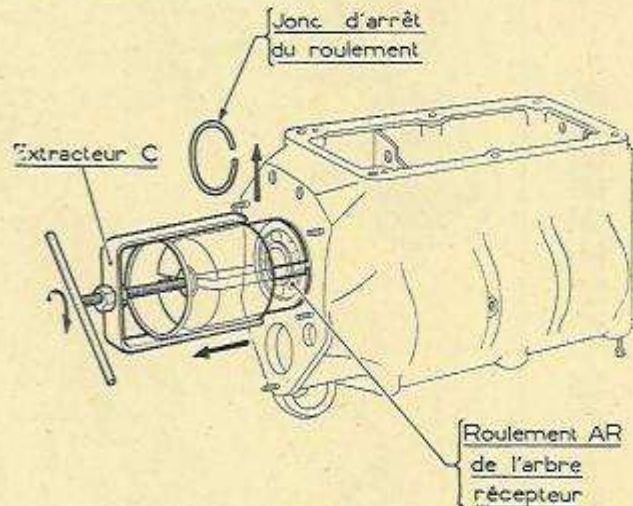

Figure 29.
- Extraire le roulement arrière d'arbre récepteur C 42 avec l'extracteur spécial (fig. 29).